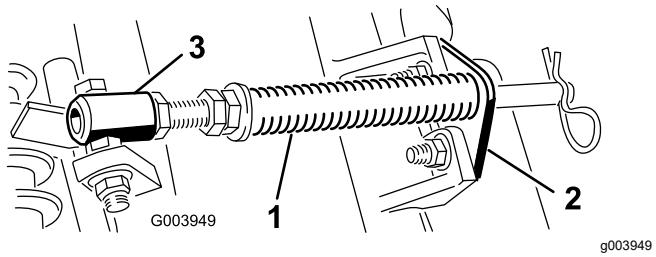

图10
A. 拆下把杆支架固定到滚刀组凸耳上的2个车身螺栓和螺母图10。
B. 拆下将弹簧管栓固定到承载架凸耳图10上的凸缘螺母